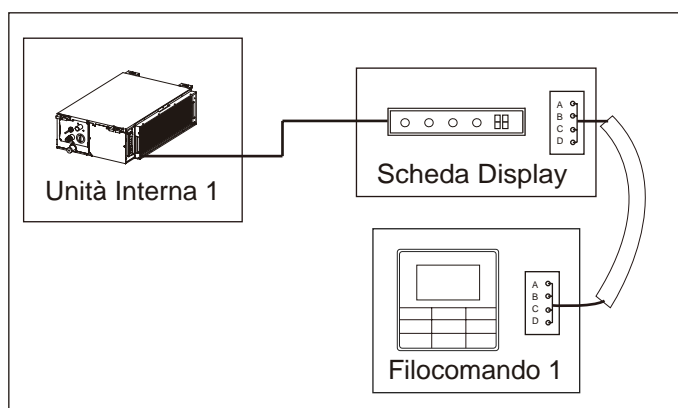

Fig. 7.9
- Utilizzare 1 Filocomando per il controllo di 1 Unità Interna (vedi Fig. 7.9).